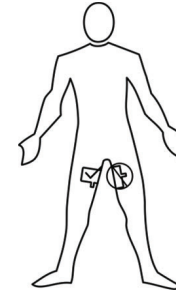

Abbildung 2: Ausrichtung vor der Anbringung
7. Während der Anbringung der Elektrode die gesamte Oberfläche der dispersiven Elektrode massieren, um festen Kontakt mit der Haut des Patienten zu gewährleisten (Abbildung 2). Nach der Anbringung die Elektrode sorgfältig inspizieren und sicherstellen, dass sie vollständig anhaftet.